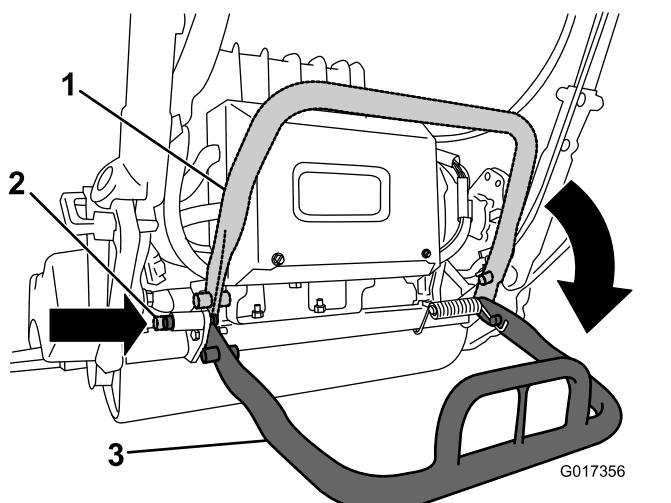

図 30
- リールを外している間にマシンが後ろに倒れないように、キックスタンドを下げる、ロッキングピンを差し込んでキックスタンドを整備位置にロックします図 30。